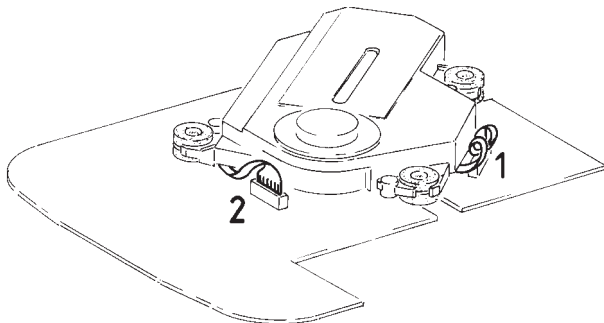

Fig. 4
6. Verlegen der Flexprintleitungen (Fig. 4)
6. Laying of the Flexprint Cables (Fig. 4)